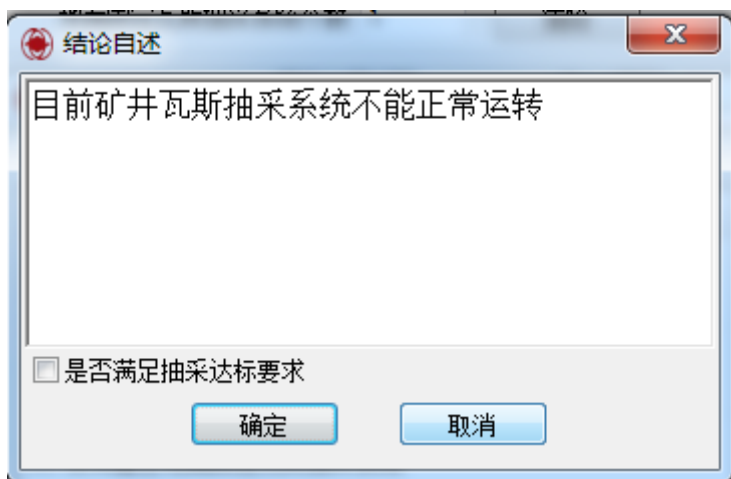

图 4-4 结论自述对话框
6. 如果选择结果是“其他”，则会弹出图 4-4 所示结果自述对话框，供用户输入结果叙述和选择评判结果是否满足抽采达标要求。
5. 如果选择结果是“其他”，则会弹出图 4-4 所示结果自述对话框，供用户输入结果叙述和选择评判结果是否满足抽采达标要求。
5. 如果选择结果是“其他”，则会弹出图 4-4 所示结果自述对话框，供用户输
6. 如果选择结果是“其他”，则会弹出图 4-4 所示结果自述对话框，供用户输